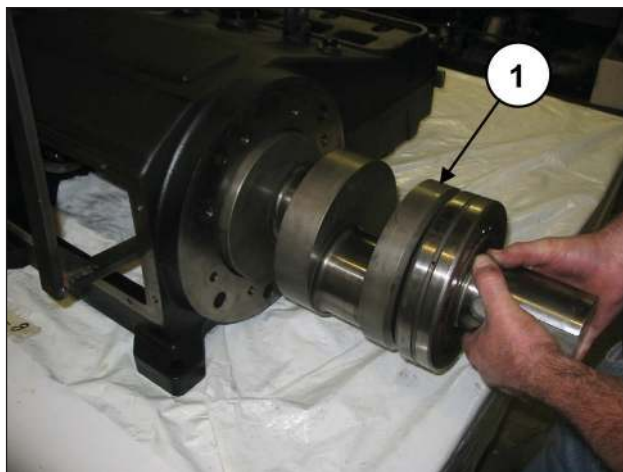

图30
抽出轴和轴承（位置①，图30）。
插入轴（①，图30），直至预装轴承直至与曲轴箱边缘齐平（①，图44）。